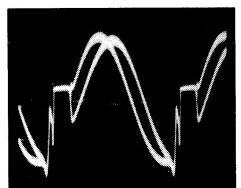

Abb. 7
- (18) Mit P 444 Doppelkonturen zur Deckung bringen (Abb. 7 und 8).
1. Oszilloskop an Mp 56 (R-Y). (13) P 451 auf Verschwinden der Doppelkonturen abgleichen (Abb. 7 und 8).